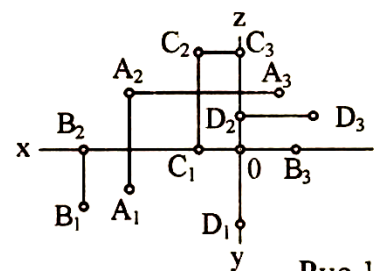

Рис. 1
6. Какая точка (рис.1) лежит в горизонтальной плоскости проекций? \_\_\_\_\_
7. Какая из точек A, B, C, D (рис. 1) наиболее удалена от горизонтальной плоскости проекций? \_\_\_\_\_
8. Какая координата (x, y, z) точки A (рис. 1) имеет меньшее числовое значение? \_\_\_\_\_